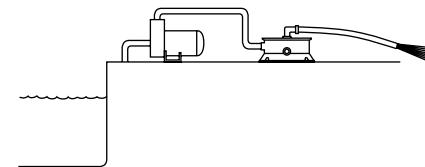

Figura 17
3. bajar el nivel del agua en la piscina o jaccuzzi/bañera termal (ver figura 17).